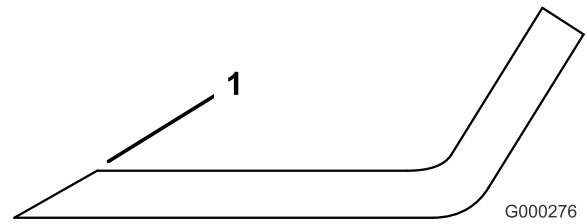

Figura 82
1. Utilice una lima para afilar el filo de corte en ambos extremos de la cuchilla (Figura 82).